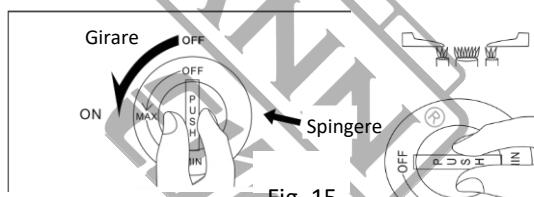

Fig. 15
- a. Aprire la valvola principale del gas. Spingere la manopola di controllo del gas e ruotarla verso la posizione MAX (in senso antiorario) finché non si sente un clic. Assicurarsi che il bruciatore sia stato acceso (Fig. 15) in questa posizione, il bruciatore doppio accenderà sia il bruciatore piccolo che quello grande. Per utilizzare solo il bruciatore piccolo, rilasciare la manopola di controllo del gas e ruotarla ulteriormente in posizione MIN. (Fig. 16)